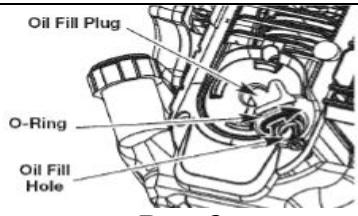

Рис. 8
3. Извлеките крышку маслоналивного отверстия, находящегося на картере двигателя (Рис. 8).